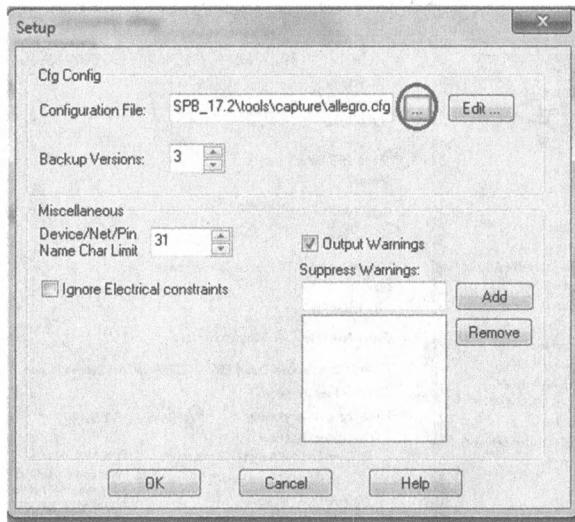

Рис. 21.2. Установка файла конфигурации
**Примечание.** Убедитесь, что правильный файл конфигурации (Allegro.cfg) задаётся в диалоговом окне настройки. Для просмотра файла конфигурации нажмите кнопку Setup. Путь к файлу конфигурации должен быть выбран, используя кнопку Browse: <install.dir> \Tools\capture\allegro.cfg, где <Install.dir> — место установки (рис. 21.2).